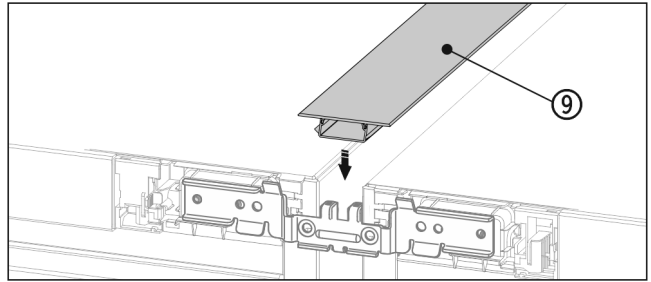

Fig. 21 *
- Sur le côté supérieur, pousser la baguette Fig. 21 (9) courte dans la fente horizontale.*